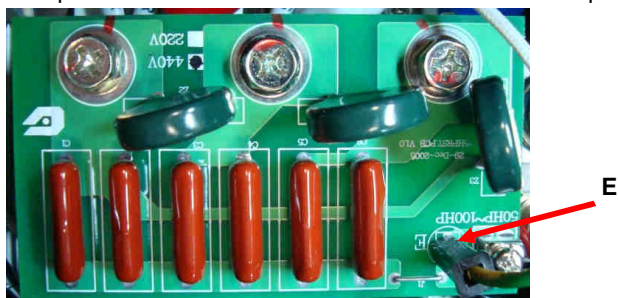

Рис. 6.6. Демонтаж платы варисторов.
6.6.2. Отвернуть три винта и снять плату варисторов (рис.6.6).